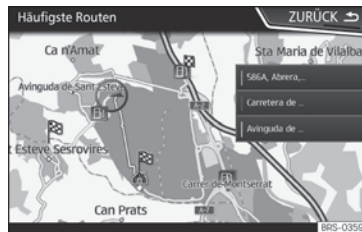

Abb. 187 Vorausschauende Navigation
- Auf dem Hauptbildschirm des Navigationsmenüs im Pop-up-Fenster die Taste **HÄUFIGSTE ROUTEN** antippen. Zur Anzeige der häufig gefahrenen Routen die Taste **In Karte anzeigen** antippen » Abb. 187.